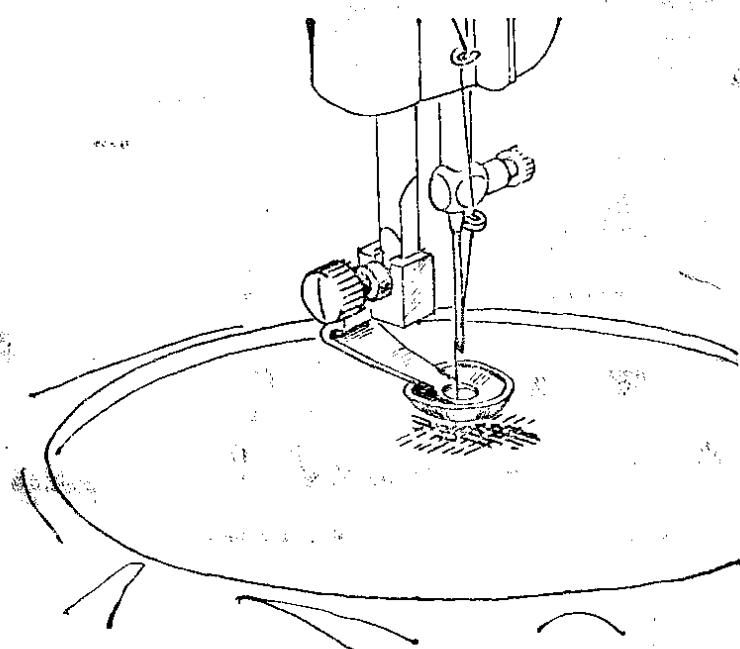

Рис. 37
10.3. Лапка для штопки (рис. 37)